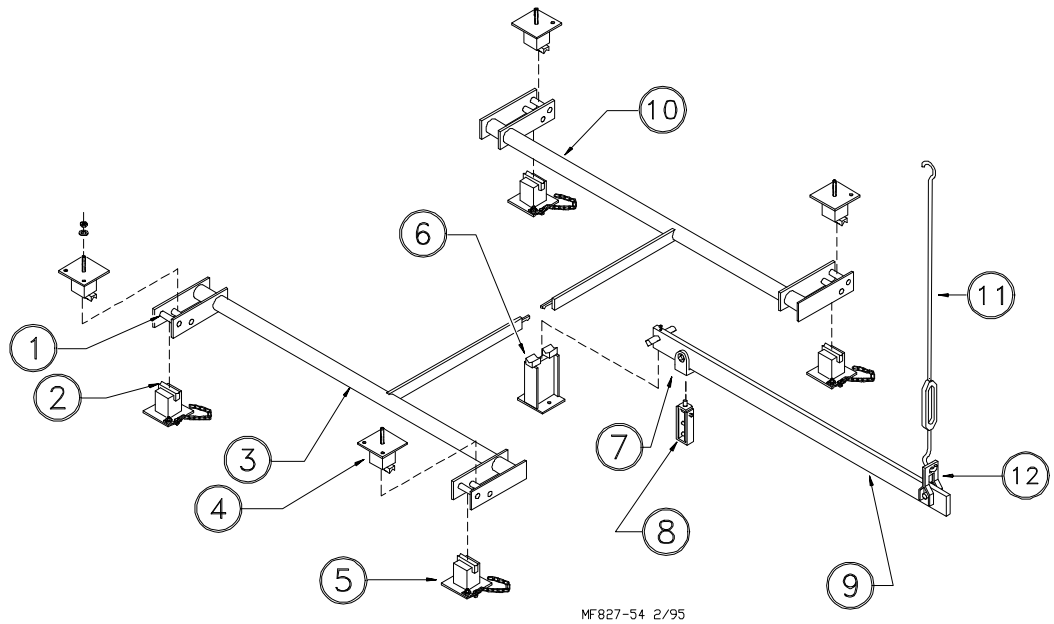

Figura 53. Diagrama de montaje de los componentes de la balanza
6. Ajustar los (2) sensores de proximidad para dejar un espacio libre de 3,1 mm (1/8 pulg) entre ellos y el accionador magnético en el astil. Los dos sensores de proximidad se deben colocar inicialmente con un espacio de 3,1 mm (1/8 pulg) entre ellos. Estos ajustes proporcionan un punto de partida para equilibrar la balanza y proteger los componentes de conmutación durante el armado de la balanza.
7. Fijar el grillete al brazo transversal. Ver la Figura 53. Apoyar los fulcros en los cojinetes.
8. Enganchar la varilla de balanza a la abrazadera de desenganche del brazo transversal y conectar el otro extremo de la varilla al conjunto de abrazadera en el astil. Ajustar el torniquete para que el brazo transversal quede nivelado. Ver la Figura 53.